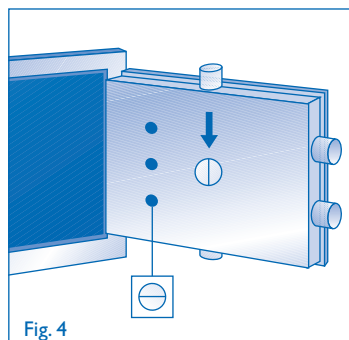

Fig. 4
- A) Verificare che la vite di cambio combinazione sia con il taglio in verticale, altrimenti portarla in tale posizione (Fig. 4).
- A) Sicherstellen daß die Schraube zum Kombinationswechsel so steht, daß ihr Schlitz in der Senkrechten zeigt. Andernfalls ist sie so zu verstellen (Abb. 4).